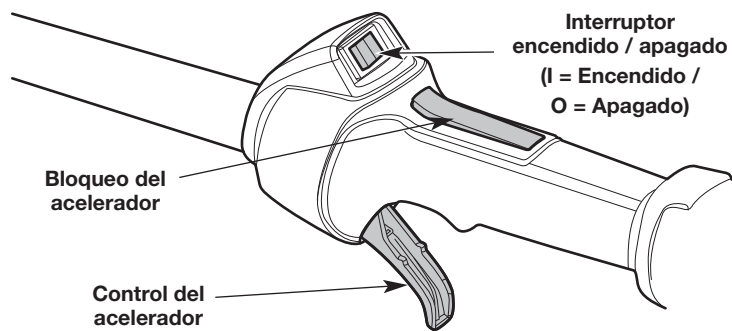

Fig. 7
**NOTA:** No hay necesidad de encender la unidad. El interruptor de Encendido/Apagado debe estar en la posición **Encendido (I)** en todo momento (Fig. 7).
**NOTA: NO apriete el control del acelerador (Fig. 7) hasta el paso 6.**
6. Oprima y mantenga apretado el bloqueo del acelerador (Fig. 7). Apriete el control del acelerador según sea necesario para el funcionamiento (Fig. 7).
2. Oprima y no suelte el interruptor de control de Encendido y Apagado en la posición **Apagado (O)** hasta que el motor se detenga por completo (Fig. 7).
**NOTA: NO apriete el control del acelerador (Fig. 7) hasta el paso 8.**
8. Oprima y mantenga apretado el bloqueo del acelerador (Fig. 7). Apriete el control del acelerador según sea necesario para el funcionamiento (Fig. 7).